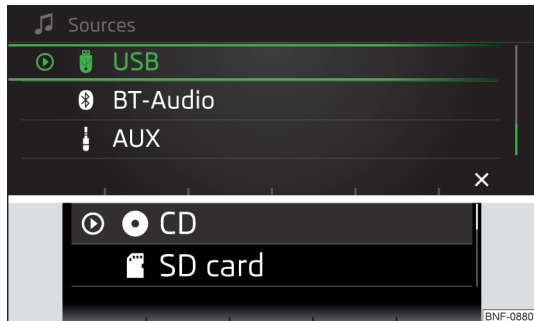

Рис. 103
- » Натисніть функціональну кнопку . Оберіть  аудіоджерело » Рис. 103 за допомогою поворотного регулятора та оберіть потрібну теку або трек.